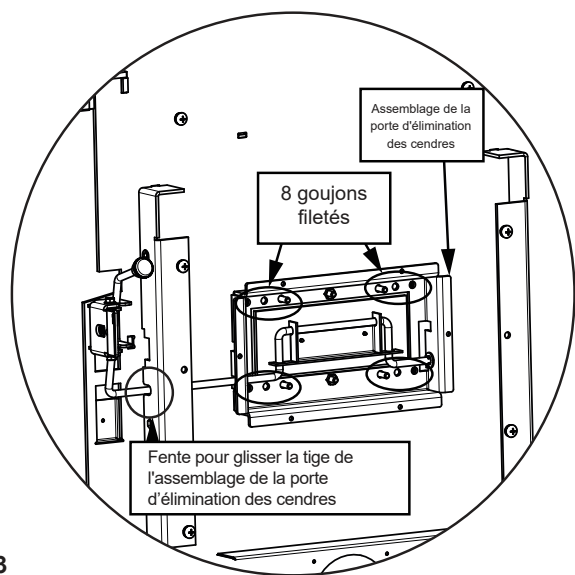

Figure 16.3
- Installez la porte à cendres en glissant de biais la tige dans la fente sur le côté gauche (**Figure 16.3**).
- Glissez la porte à cendres sur les 8 vis sortant du fond de l'appareil. Fixez les écrous et les rondelles en utilisant une clé à douille 7/16 (**Figure 16.3**).
7. Installez la porte à cendres en glissant de biais la tige dans la fente sur le côté gauche (**Figure 16.3 à la page 16**).
8. Glissez la porte à cendres sur les 8 vis sortant du fond de l'appareil. Fixez les écrous et les rondelles en utilisant une clé à douille 7/16 (**Figure 16.3 à la page 16**).